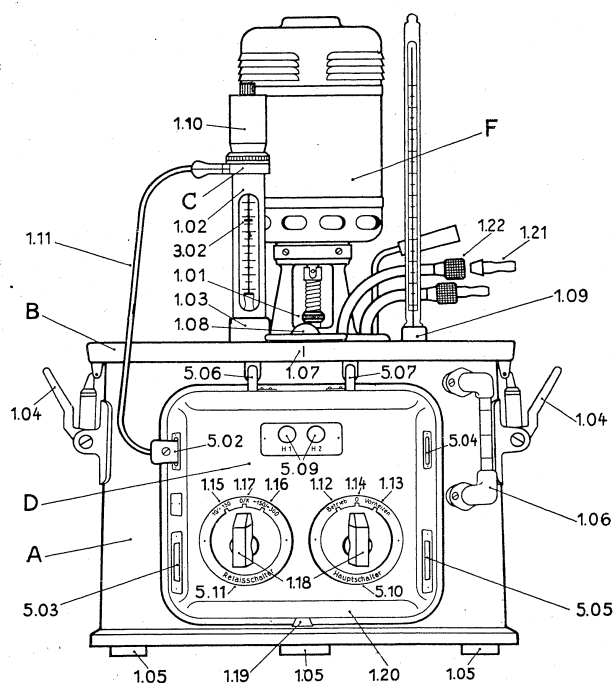

Abb. 1: Vorderansicht des Universalthermostats U 8
I. Konstruktion und Aufbau (Abb. 1 und 2)
Um mit dem Aufbau des Gerätes vollkommen vertraut zu werden, empfiehlt es sich, den Thermostat in seine Baueinheiten zu zerlegen. Die Demontage wird nach Abb. 1 und 2 in folgender Weise durchgeführt:
4. Relais (Abb. 1, 4, und 5)
Bei Draufsicht auf das geschlossene Relais ergibt sich nach Abb. 1 für die einzelnen Konstruktionsteile folgende Bedeutung: Der Netzanschluß (5.03) befindet sich links unten. Zum Anschluß sind nur Gerätestecker mit Schutzkontakten nach VDE 0620 geeignet. Links oben ist der mit K-Th beschriftete Kontaktthermometeranschluß (5.02) angebracht. Die Steckerbuchsen rechts oben mit der Kennzeichnung K-S (5.04) dienen dem Anschluß des Ventilrelais U 8 (siehe Abschnitt VII, 4: Tiefe Temperaturen). Der mit H-II gekennzeichnete Steckerschlüssel rechts unten (5.05) ist für die Inbetriebnahme eines Zusatzheizkörpers vorgesehen (siehe Abschnitt V: Temperaturbereich $+15/+300^{\circ}\text{C}$ für offene Verbraucher). Das Relais besitzt zwei Heizkörper, wovon der linke Heizkörper H 1 (5.06) eine Leistung von 1000 Watt, der rechte Heizkörper H 2 (5.07) eine Leistung von 1500 Watt aufweist. Beide Heizkörper sind innerhalb des Thermostatenkessels so angeordnet, daß ihre Wärmestöße unmittelbar auf das Quecksilbergefäß des Kontaktthermometers einwirken. Das Relais schaltet dadurch mit Voreilung ab und kompensiert so die an sich geringe Wärmeeigenkapazität der Heizkörper.
6. Doppelpumpe (Abb. 1, 6, 7, 8 und 9)